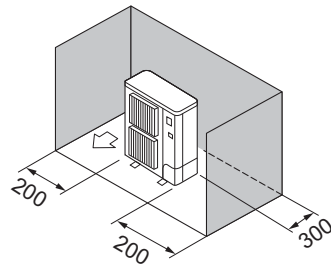

Fig. 3-7
- ③ Εμπόδια στην πίσω και στις δύο πλαϊνές πλευρές μόνο (Fig. 3-7)